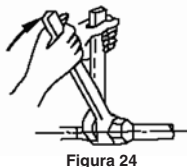

Figura 24
• Coloque la tubería de conexión en la posición adecuada, apriete las tuercas con la mano y después apriételas con una llave. (Figura 24)